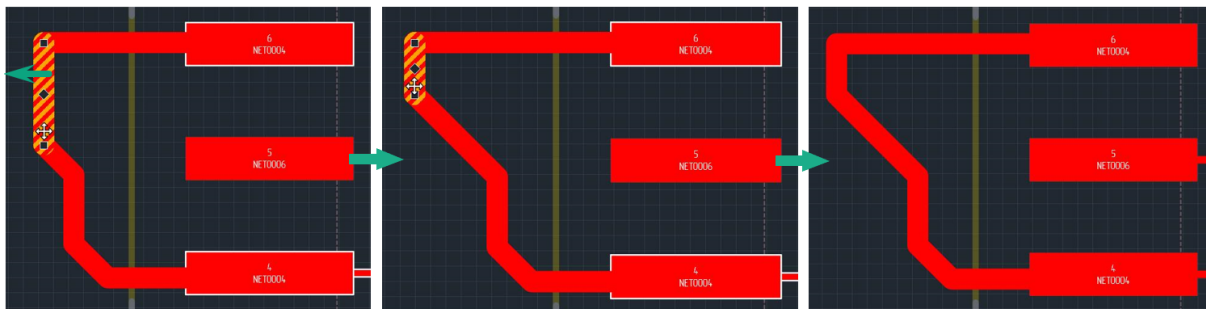

Рис. 257 Перемещение сегмента трека
2. Нажмите левую кнопку мыши и, удерживая ее, переместите сегмент. Перемещение сегмента определяется перемещением курсора, см. Рис. 257.